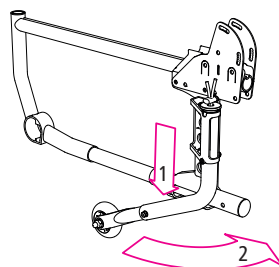

Abb.22
3. Zum Aktivieren des Anti-Kipp-Rads drücken Sie das Rohr nach unten (1, Abb. 22).
4. Nun können Sie das Anti-Kipp-Rad wieder zurück schwenken (2, Abb. 22).